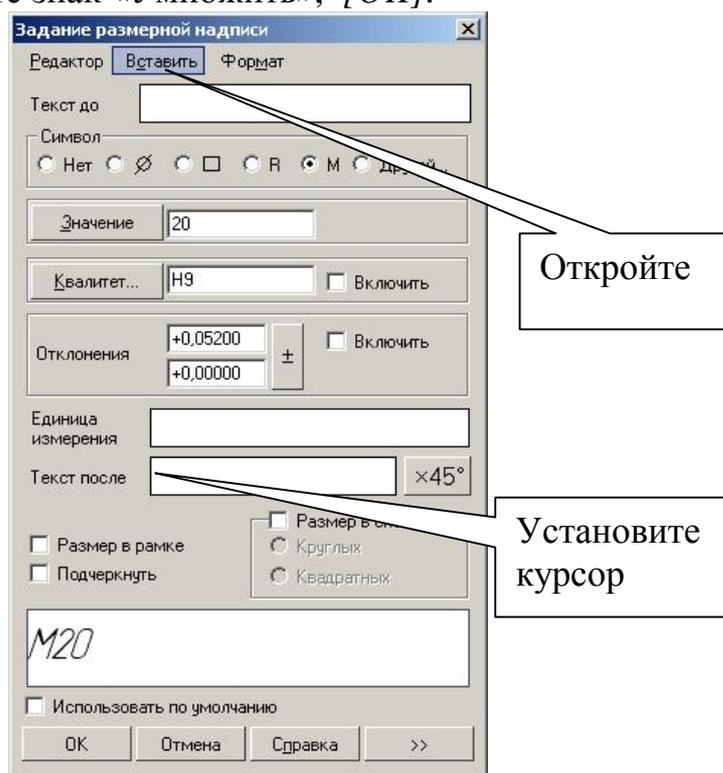

Рис. 92
6. Проставьте размеры. Для выполнения надписи «M20×2» в размерной надписи (рис. 92) после простановки знака «М» и значения «20» необходимо ввести знак умножения. Установите курсор в поле ввода «Текст после», откройте вкладки: **Вставить - Спецзнак – Простановка размеров** и выберите знак «Умножить», [OK].